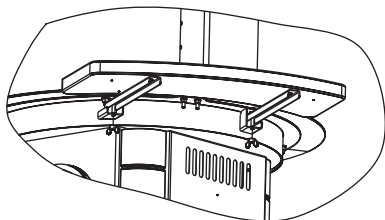

Рисунок 10
10. Закрепите две столешницы к чаше гриля с помощью барашковых гаек (см. рисунок 10).